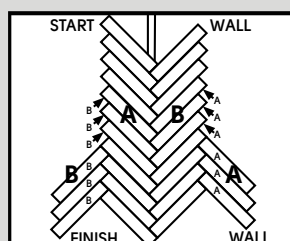

Abb. 7
8. Beginnen Sie an der „Endwand“ und schieben Sie die Endnut einer „B“-Diele in die Seite einer „A“-Diele. Schieben Sie die „B“-Diele in einem leichten Winkel in das Ende der „A“-Diele, bis sie fest sitzt (Abb. 7). Hinweis: Bei Abweichungen von der Mittellinie kann das Produkt über den Boden hin und her bewegt werden (Abb. 7).